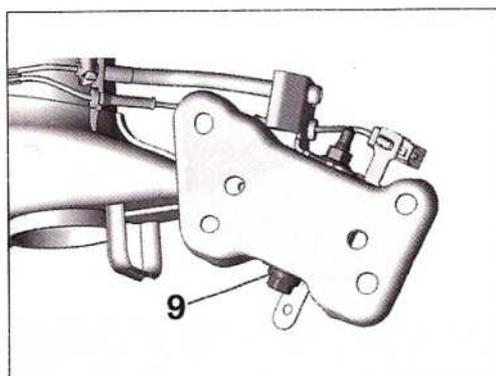

FIG. 59
Aflojar los tornillos (9) (Fig.59).